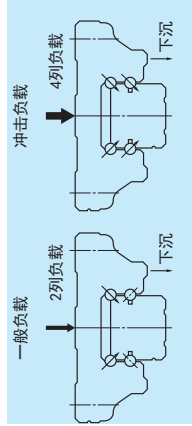

图 5 抗冲击性
- (1) 高精度、高质量。
- (2) 高可靠性和长寿命。
- (3) 品种齐全，可以满足各种用途的要求。
- (4) 通过开发可互换的产品，实现了缩短交货期。
- (5) 具有高静态负载容量 (耐冲击性) (专利)
- 滚珠型直线导轨通过采用哥特式沟槽，在超负载 (冲击负载) 的情况下，即使通常不承受载荷的非接触面，也能够承受高冲击载荷。(图 5)
- (6) 超高负载容量系列的推出。